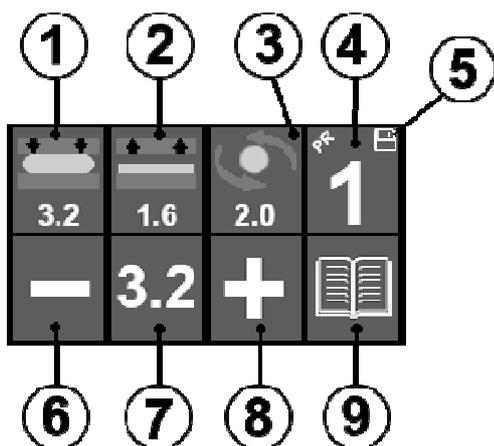

Рис. 9
Машина оборудована универсальной панелью управления с сенсорным экраном 4,3". Основные функции машины обозначены символами. При включении, если все защитные устройства работают корректно, на сенсорном экране машины отобразится ГЛАВНАЯ СТРАНИЦА (Рис. 9):
На ГЛАВНОЙ СТРАНИЦЕ (Рис. 9), выберите кнопку «СПИСОК ПРОГРАММ» из. 9); после чего будут отображены окна с 12-ю доступными программами:
- Выберите окно с программой, которой вы только что дали название: дисплей отобразит ГЛАВНУЮ СТРАНИЦУ (Рис. 9)
- Введите показатели рабочих фаз, в окне из. 4) (Рис. 9) отобразится значок флоппи-диска из. 5). Нажмите значок флоппи-диска и зелёную кнопку с «галочкой» подтверждения (Рис. 13) для сохранения программы и введённых значений.
- На ГДАВНОЙ СТРАНИЦЕ (Рис. 9), нажмите на кнопку «Список программ» из. 9)